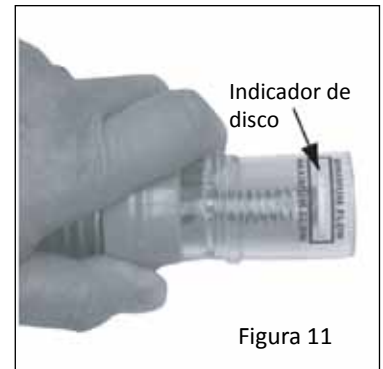

Figura 11
4. Gire el botón de ajuste de la válvula reguladora en sentido horario para aumentar el flujo, o en sentido antihorario para reducirlo, hasta que el indicador de disco del medidor de caudal quede entre el caudal “Máximo” y “Mínimo”. Véase la **Figura 11**.